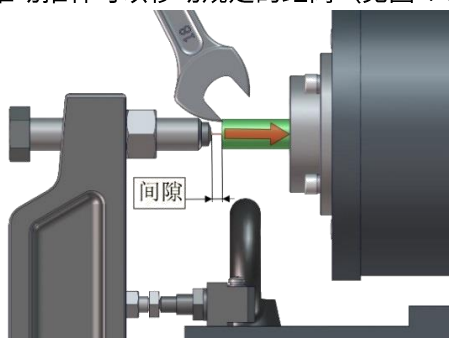

图 4-7
- 在任何情况下，PMS280、PMS300、PMS320、PMS280-F（用 DMB520-1600A 制动器）、PMS360（用 DMB630-4400A 制动器）曳引机调整螺栓与推杆间应有大于 1mm 的间隙，而 PMS280-F（用 DMB520-1800A 制动器）应有大于 3mm 间隙，PMS360（用 DMB630-4400B 制动器）应有大于 5mm 间隙。方法：电磁铁处于断电状态下，用手或工具向电磁铁内侧推动推杆，推动推杆可以移动规定的距离（见图 4-7）。